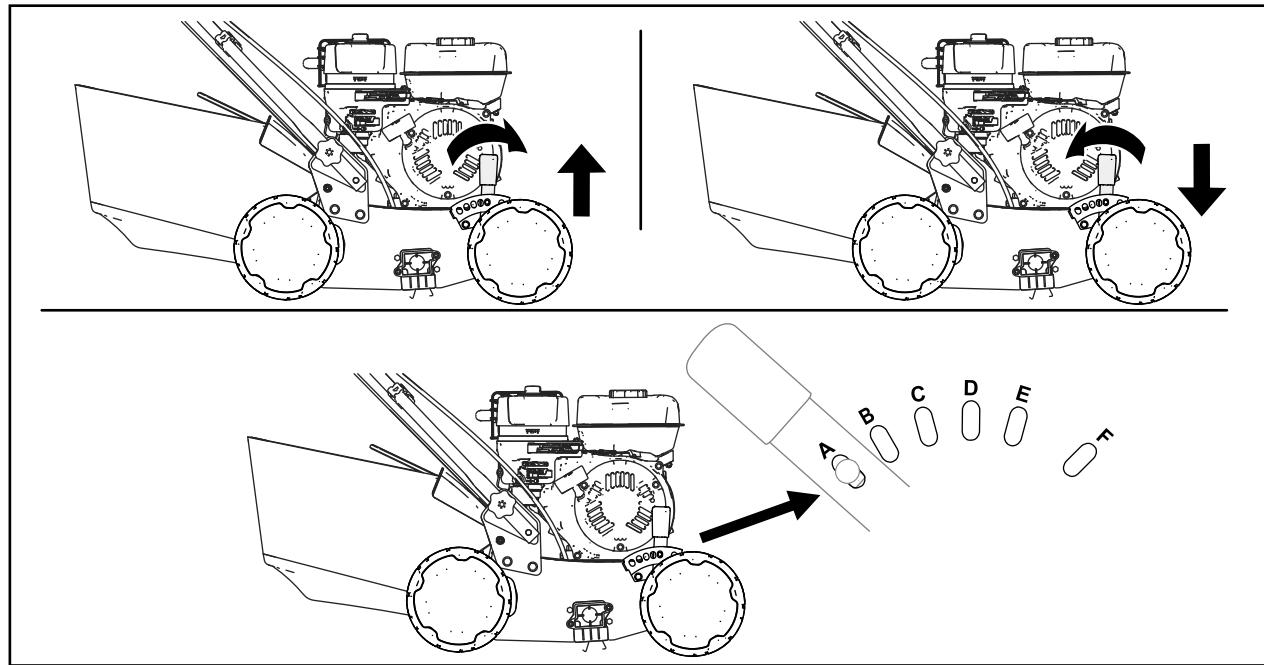

Figura 11
4. Per regolare la profondità di taglio massima, regolate la posizione della leva della profondità di taglio spingendola verso la macchina e spostandola in una diversa fessura (Figura 11).
- La profondità di taglio varia a seconda del gruppo albero montato; fate riferimento a Figura 11 e alla seguente tabella.